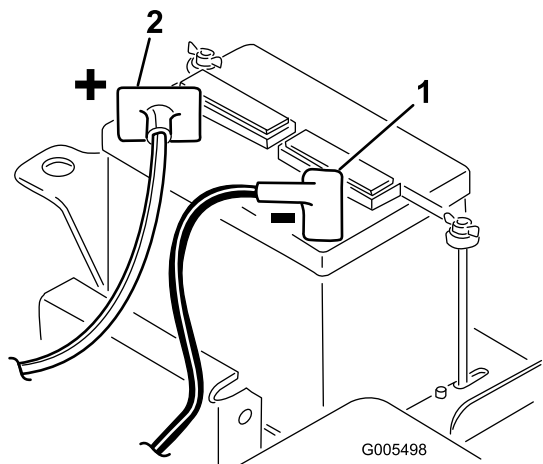

図 10
2. スタータからの赤い（+）ケーブルを（+）端子に固定する（図 10）。レンチで締め付けて固定し、ワセリンを塗布する。ケーブルが擦れて磨耗するような配線はさける。座席の最後部でケーブルを傷つけることがあるので特に注意すること。